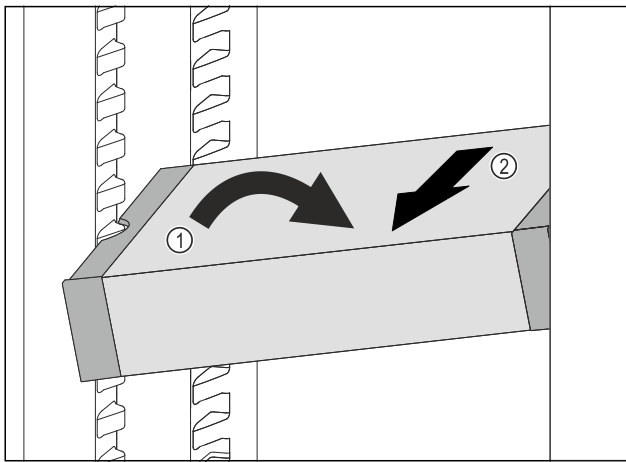

Fig. 201
- ▶ 在冷藏区中倾斜 VarioSafe。 Fig. 201 (1)
- ▶ 向前取出 VarioSafe。 Fig. 201 (2)